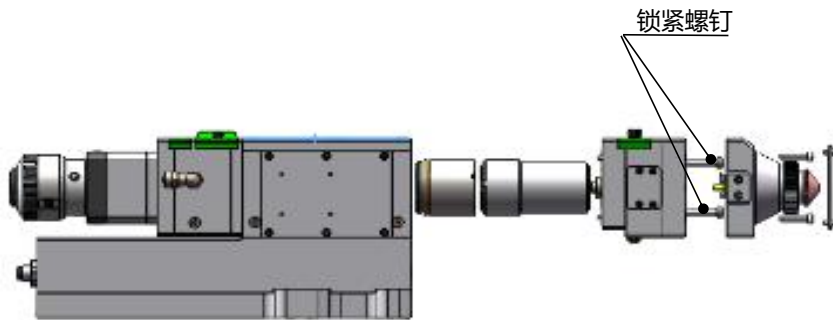

图 4.5— 拆聚焦镜组
- 打开防尘盖，拧开聚焦镜组的锁紧螺钉（如图 4.5 所示）；